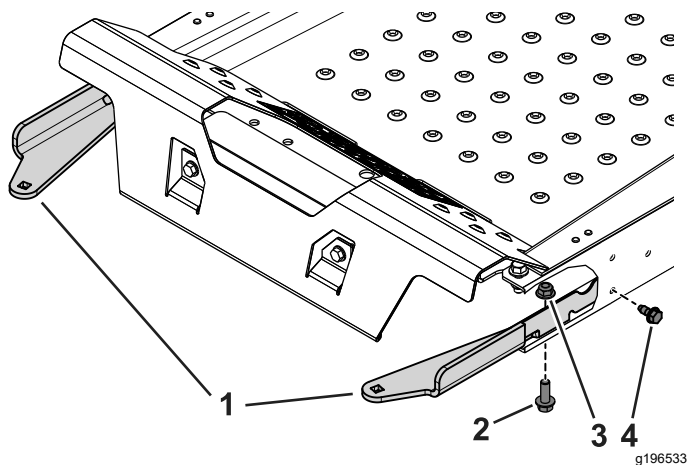

Figura 3
2. Pomoću dva samourezujuća zavrtanja ($5/16 \times \frac{3}{4}$ "), 2 zavrtanja ($\frac{3}{8} \times 1\frac{1}{4}$ "), i navrtke sa prirubnicom ($\frac{3}{8}$ ") pričvrstite levi i desni nosač ležišta za teg na mašinu (Figura 3).